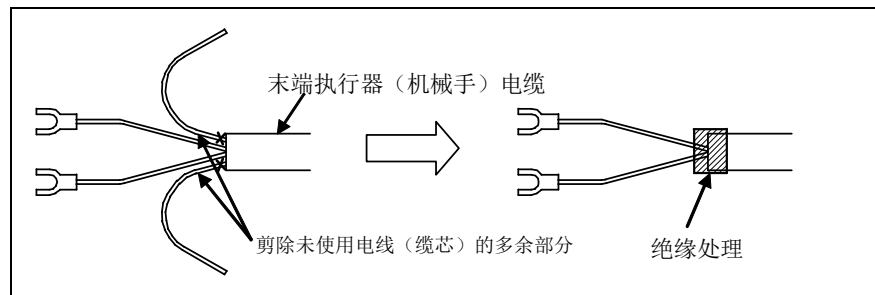

图 5 (a) 末端执行器（机械手）电缆的处理方法
- 请剪除末端执行器（机械手）电缆的未使用电线（缆芯）的多余部分并进行绝缘处理。如缠绕醋酸布胶带等。（见图 5 (a)）